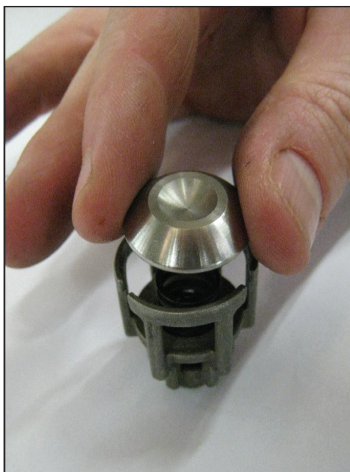
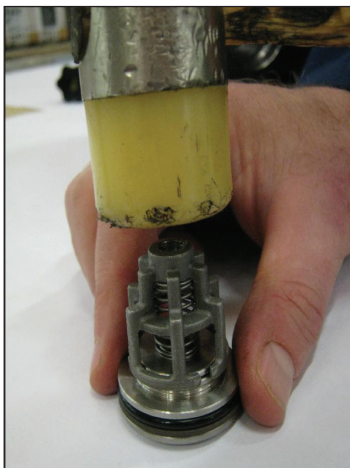

Abb. 26
Abb. 27
- 1 **Beim Einbau der Saug- und Druckventilgruppen (Abb. 26, Abb. 27). Achten Sie bei den Pumpen KT20 und KT22 unbedingt darauf, die Federn auf Saugseite nicht mit den vorab ausgebauten Federn auf Druckseite zu verwechseln:**